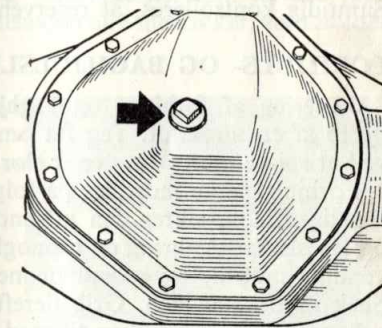

Fig. 18. Bagakslens kombinerede oliestands- og påfyldningsprop.
**Kontroller oliestanden i bagakslen.** Olien skal stå op til påfyldningshullets underkant. Rens bagakselhuset omhyggeligt omkring påfyldningshullet, før proppen fjernes (fig. 18).